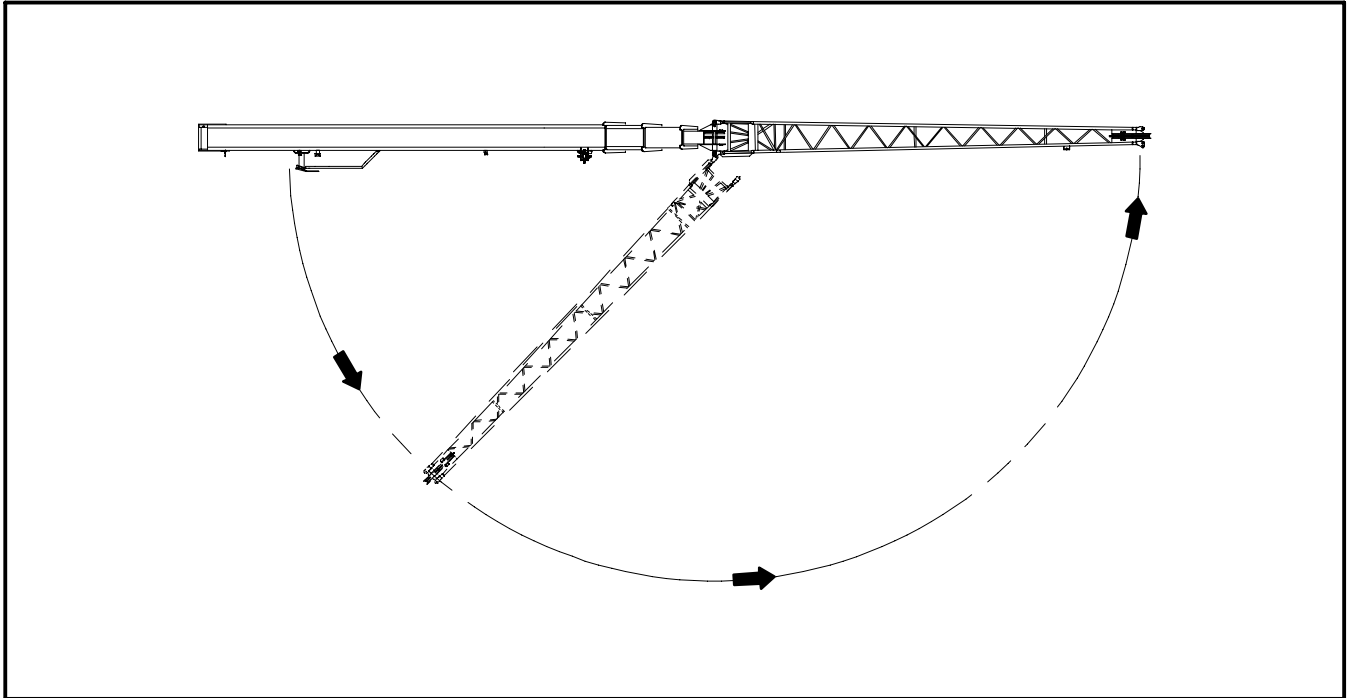

Figura 4–17
10. Tire hacia abajo el pasador de retención (1) para desengancharlo de la orejeta tipo bala de la abrazadera de almacenamiento delantera. Consulte la Figura 4–16. Gire y suelte el pasador de retención para fijarlo en la posición de no accionado (1).